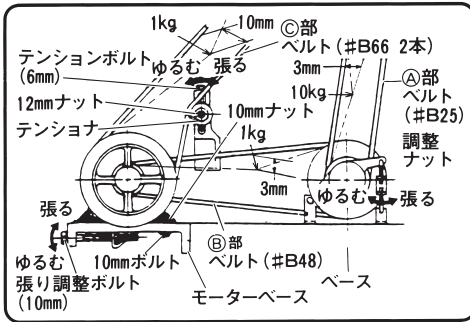

図 50
(1) ベルトの張り調整は図50のように①、②、③部ベルトの順にしてください。
(2) まず、①部のベルト(# B25)は調整ナットをまわしてベルトの張り調整をし、張力は、プリーの間でベルトを10kgで押さえたとき3mmたわむように調整します。
(3) ②部のベルト(# B48)はモーターを取付けている10mmナット(4本)をゆるめ、張り調整ボルト(10mm)をまわしてベルトの張り調整をします。1kgで押したときに3mmたわむように調整します。